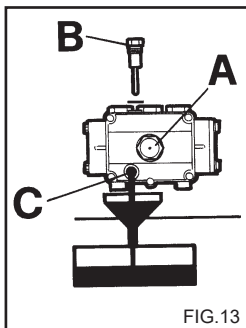

FIG.13
2) Открутите пробку с щупом (Рис. 13).